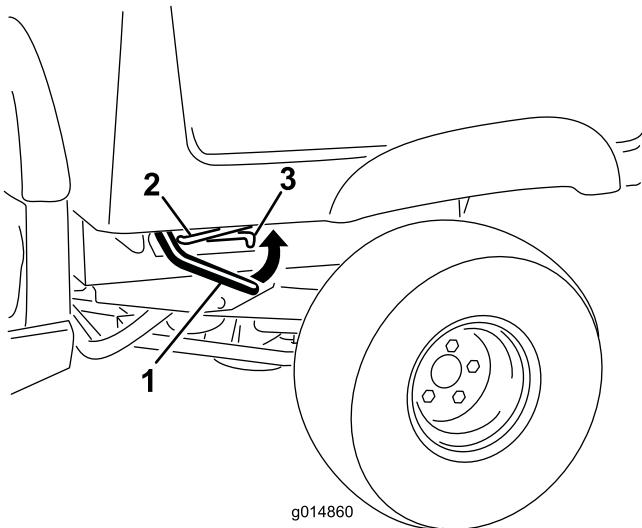

図 1
2. 荷台の右側または左側でレバーを引き上げ、荷台を持ち上げる (図 1)
3. プロップ・ロッドを固定スロットにはめ込んで荷台を固定する(図 1)。